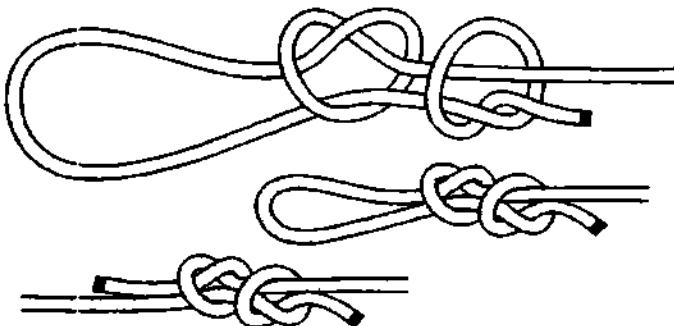

Рис. 204. Рыбацкая петля и рыбакий узел для связывания двух концов.
**Рыбацкая петля** – это **быстро развязывающийся простой узел** со стопорным **простым узлом**, завязанным вокруг коренного конца (рис. 204). Если **рыбацкая петля** не завязана на опоре, её можно быстро развязать, раздвинув **простые узлы** и поочерёдно вытянув сначала ходовой конец первого **простого узла** и затем коренной конец второго **простого узла**.